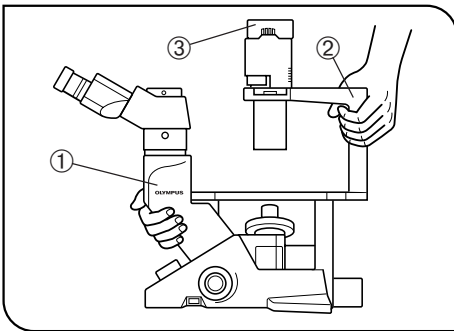

Abb. 1
3. Das Mikroskop beim Transportieren gerade halten und am Ansatz des Relais-tubus des Beobachtungstubus ① sowie an der Beleuchtungssäule ② fassen. (Abb. 1)
5. Die Oberfläche der Lampenfassung ③ an der Beleuchtungssäule wird während des Betriebs sehr heiß. Bei der Installation des Mikroskops genügend Abstand rund um und besonders über der Lampenfassung einhalten. (Abb. 1) Bei Verwendung des Videokamera- oder Mikrofotografie-systems dieses so installieren, dass das Verbindungskabel die Lampenfassung nicht berührt.
6. Zur Vermeidung von elektrischen Schlägen oder Verbrennungen beim Auswechseln der Glühlampe zunächst den Hauptschalter ④ ausschalten („O“) und anschließend das Netzkabel aus der Wandsteckdose ziehen. Wird die Lampe während oder kurz nach Gebrauch des Gerätes ausgewechselt, die Lampenfassung ③ und die Glühlampe vor dem Berühren auskühlen lassen. (Abb. 1 & 2)